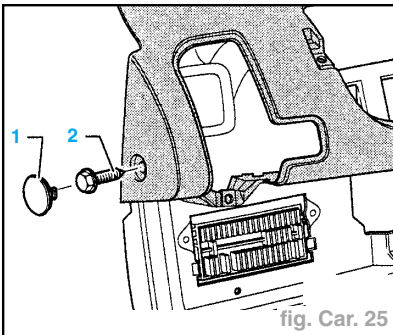

fig. Car. 25
- Déclipser le capuchon (1) à gauche et à droite (fig. Car. 25).